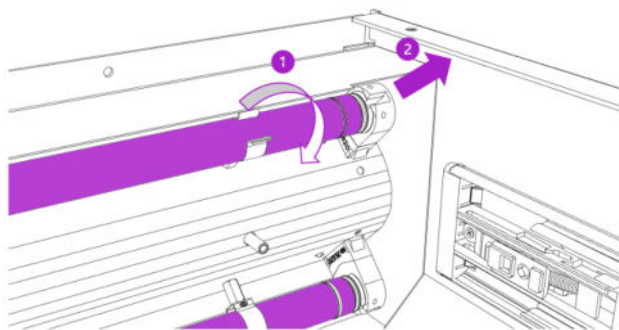

Fig. 17
3. Gire las lámparas UV-C en la dirección de la flecha como se muestra en la Fig. 17 (1) hasta que escuche un chasquido. Retire las lámparas UV-C en dirección de flecha (2). Deseche las lámparas UV-C (véase **Fehler! Verweisquelle konnte nicht gefunden werden.**, página **Fehler! Textmarke nicht definiert.**)